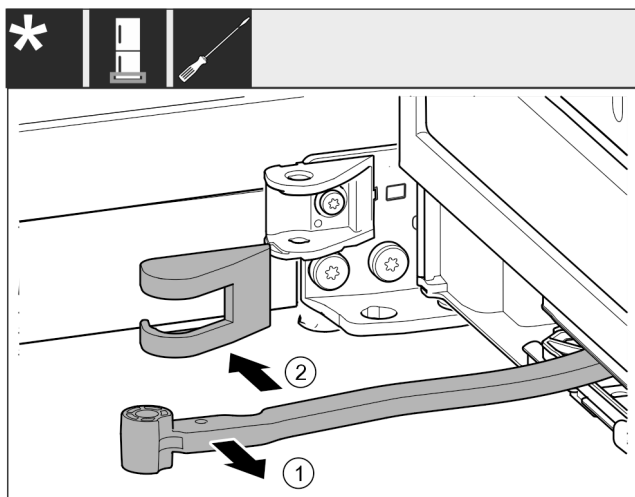

Fig. 16
- ▶ Ruotare il giunto articolato in direzione della porta. Fig. 16 (1)
- ▶ Rimuovere la copertura del blocco di supporto. Fig. 16 (2)